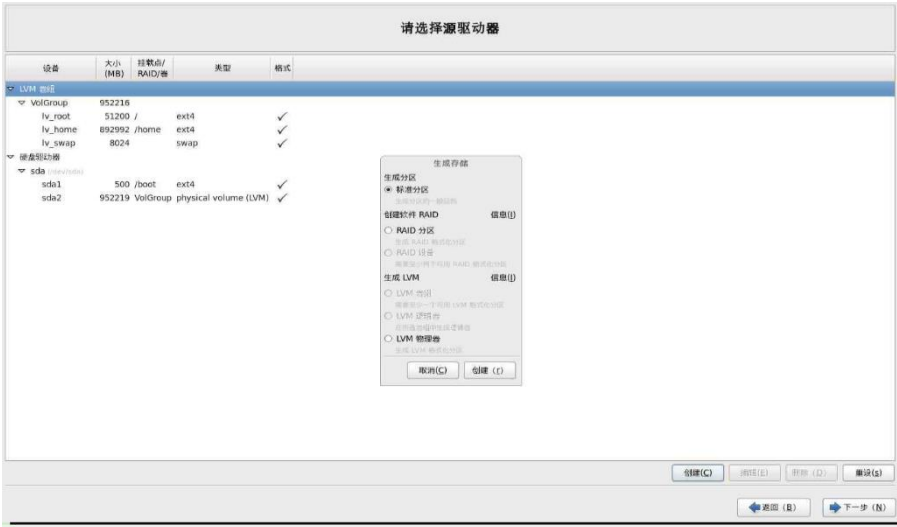

图 6-59
t. 单击下一步进入软件选择，CentOS 为了方便安装，将服务器进行分类，选择不同的分类就会安装不同的软件包组。如图 6-59 所示。